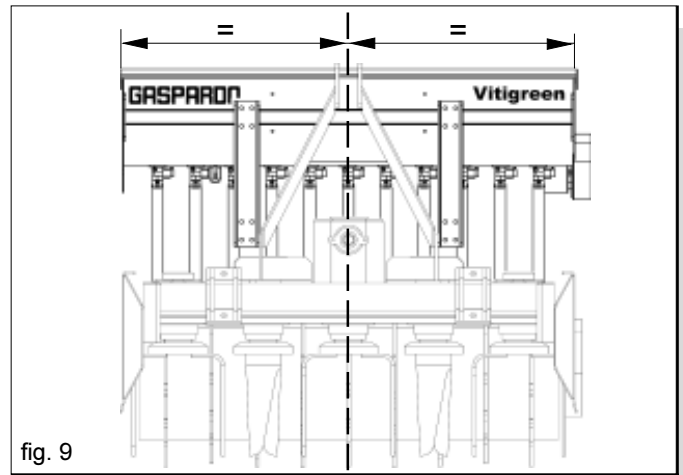
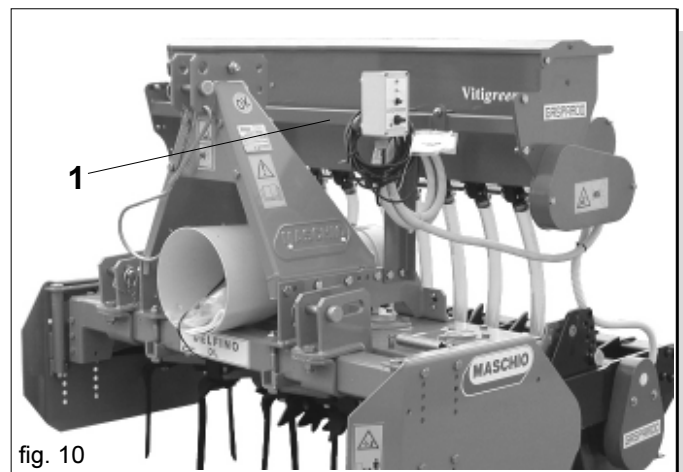

fig. 9
fig. 10
La seminatrice è applicabile a qualsiasi attrezzatura grazie alla semplice barra di sostegno (1 Fig. 10) della tramoggia.
- 2) Mediante i quattro cavallotti fissare la barra di sostegno (1 Fig. 10) della tramoggia (2) ai supporti (1), centrandola sull'asse dell'attrezzatura (Fig. 9).
Per applicazioni su altre attrezzature, utilizzare solo la barra di sostegno tramoggia (1 Fig. 10).